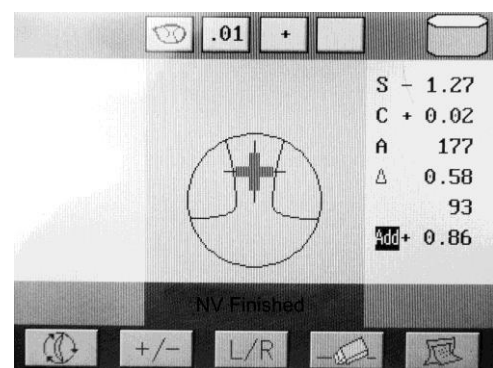

рис.24
4. Переместите линзу немного к себе согласно стрелке экрана до креста в центр “O”. Затем “O” сменится на “+”, измерение закончится. (рис.24)